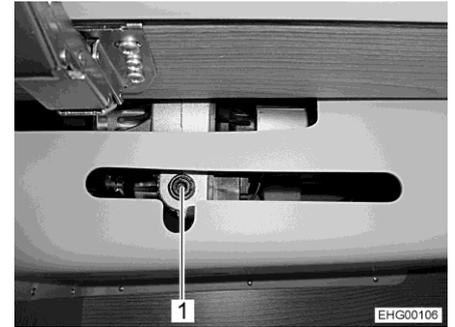
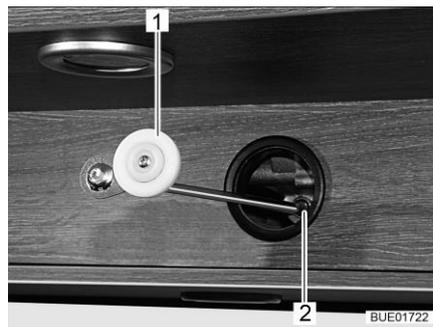

Bild 151 Zugang zum Antrieb (hinter Verkleidung im Hängeschrank)
Bild 152 Mechanische Bedienung, Antrieb
- Wenn die Aufnahme (Bild 151,1) für den Antrieb in den Hängeschrank eingebaut ist: Hängeschrank öffnen.
- Beiliegende Kurbel (Bild 152,1) oder Innensechskantschlüssel in die Aufnahme am Motor (Bild 151,1 und Bild 152,2) stecken.